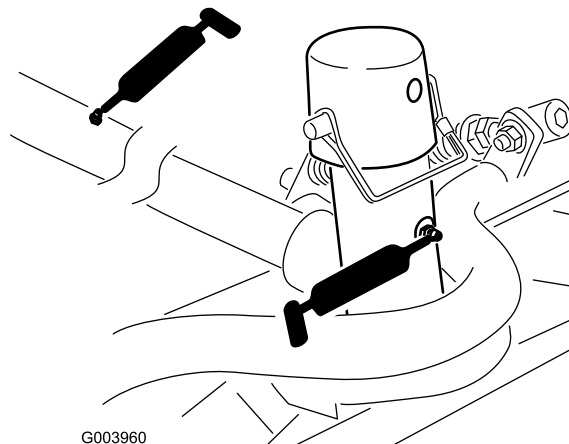

Figura 44
- Bastidor de tiro y pivote de la unidad de corte (2 en cada) (Figura 44).